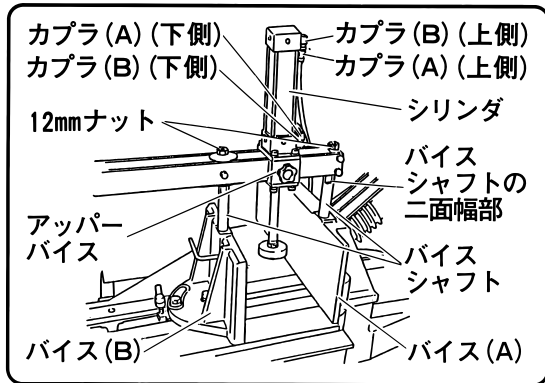

図 31
- (1) バイス (A), バイス (B) それぞれにバイスシャフトをねじ込み固定します。(図31)
- (2) アッパーバイスの取付穴 (2箇所) をバイスシャフト (2本) にはめ込み、12mmナット (2個) を締付け、アッパーバイスを固定します。(図31)
- (3) カプラ (A) をホルダから取りはずし、シリンダ側面のカプラ (B) に接続します。(図31, 32, 33)